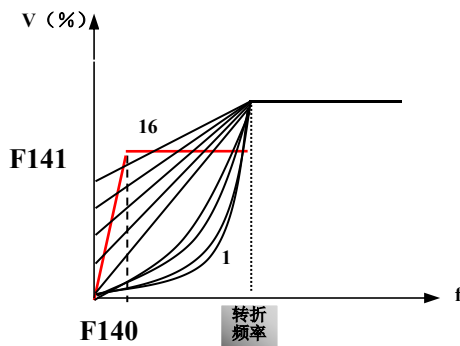

图 5-3 转矩提升示意图
- 如图 5-3 所示，当 F137=0 时，VF 曲线补偿量=Max（F138，F141）；